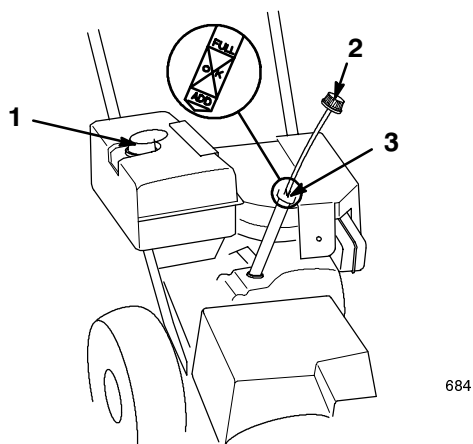

Figure 13
2. Nettoyez la surface autour de la jauge d'huile (Fig. 13).
3. Retirez la jauge du carter moteur (Fig. 13).
1. Nettoyez la surface autour du bouchon du réservoir de carburant (Fig. 13).